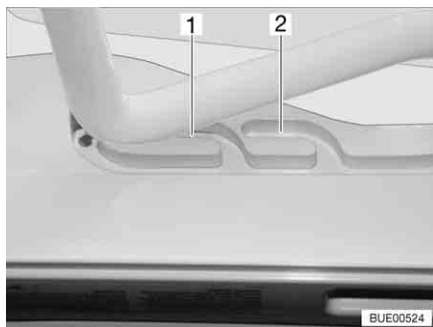
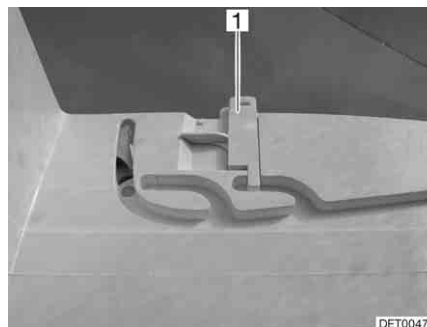

Fig. 65 Lanterneau Heki en position de ventilation
Fig. 66 Verrouillage position de ventilation
Il est possible d'amener le lanterneau Heki en deux positions de ventilation : Position pour mauvais temps (Fig. 65,1) et position intermédiaire (Fig. 65,2). Selon l'équipement, il est possible de verrouiller le lanterneau en position intermédiaire avec les deux verrous (Fig. 66,1) à gauche et à droite du cadre du lanterneau.
- Pousser légèrement l'étrier vers le haut, le pousser dans la glissière choisie (Fig. 65,1 ou 2) et le verrouiller si nécessaire.